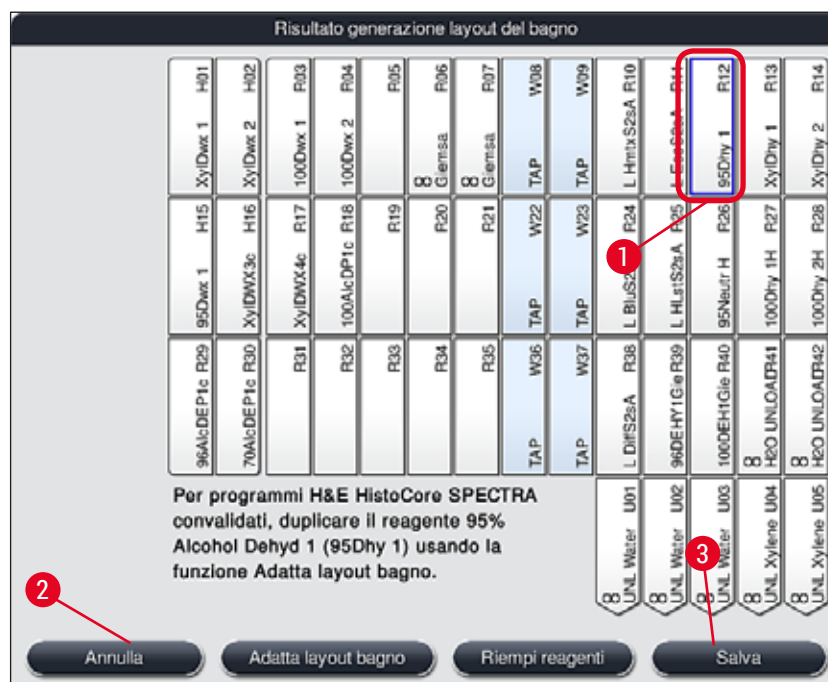

Fig. 53
- Dopo che il software ha calcolato il layout del bagno utilizzando i programmi cui è stata data priorità, l'utente ha una panoramica dei risultati, visualizzata sullo schermo (→ "Fig. 53").
- Se nel layout del bagno non è stato integrato alcun programma Leica, la visualizzazione (→ "Fig. 53") si discosta da quella mostrata (senza figura). In questo caso è possibile riempire i reagenti come descritto in (→ p. 79 – Riempimento dei reagenti).